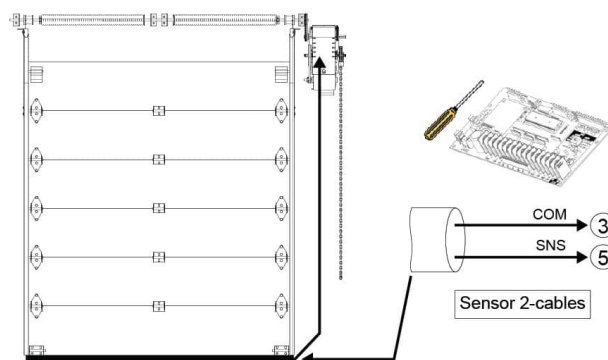

Figura 36 - Borde de detección eléctrico
3. Utilizar un cable en espiral o carrete de recogida para conectar los cables del sensor de inversión a los terminales del operador. Instalar los cables eléctricos de acuerdo a la Figura 36.